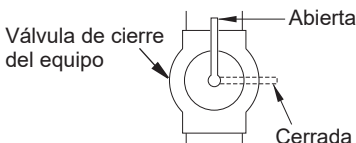

Figura 17 - Válvula de cierre del equipo
1. Cierre la válvula de cierre del equipo (consulte la figura 17).
1. Abra la válvula de cierre del equipo (consulte la figura 17, página 49).